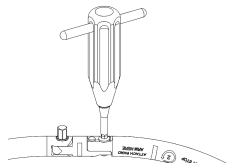

Figura 5
- Com a **Chave hexagonal** (ML-0505), aperte o parafuso na parte meio anelada para fixar a montagem. (Figura 5 e 6)